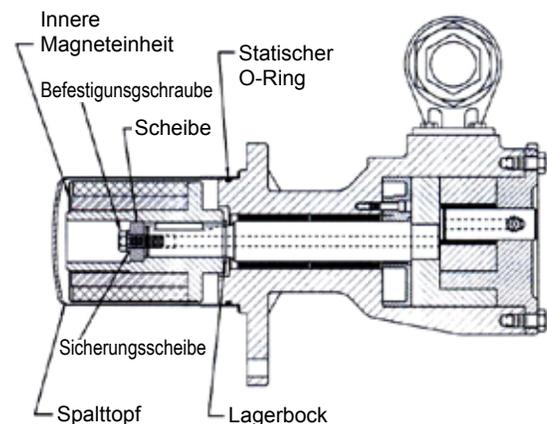

ABBILDUNG 22
4. Schieben Sie eine Messingstange durch eine Anschlußöffnung zwischen zwei Rotorzähne und lösen Sie die Befestigungsschrauben, mit denen der innere Magnet an der Welle befestigt ist (siehe Abbildung 22). Ziehen Sie die Scheibe, die Sicherungsscheibe und den inneren Magnet von der Welle. Denken Sie daran, daß dies ein sehr starker Magnet ist. Wenn die Pumpe zerlegt werden muß, müssen Sie den zweiten externen Haltering entfernen.